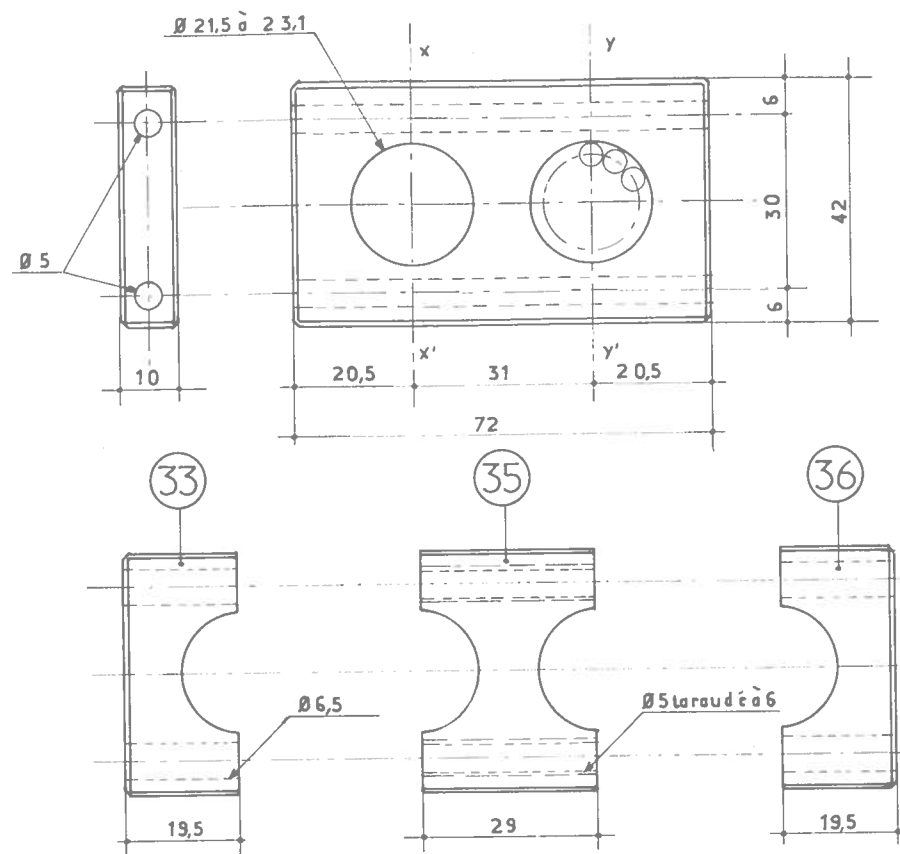

FIG.126 Etriers 33, 35 et 36
Usinage des étriers 33, 35 et 36 (fig. 126) (voir photo 42)
- 1° Ces pièces seront tracées et découpées suivant le plan de la figure 126, dans la plaque d'AG4 de 10 mm. Limer soigneusement jusqu'au tracé avec une lime fraise, puis une lime douce. Bien vérifier en cours d'usinage que les chants sont bien à l'équerre; surtout la face inférieure qui porte sur la plaque support. Le parallélisme sera vérifié au pied à coulisse. Terminer les chants à la toile émeri fine tendue sur une lime en tirant de long.